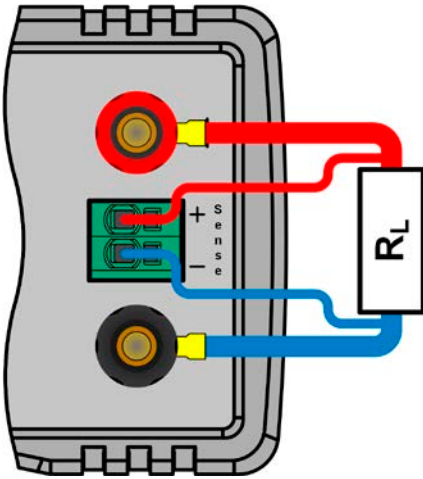

图 6 - 远程感测接线举例
- 感测线跟负载之间要+与+，-与-相连，否则会损坏产品的感测输入端。见图 6。